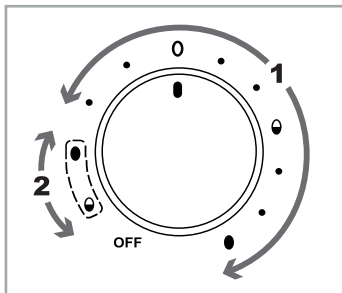

Abb. 1
- 1) Drehen Sie den Drehregler **10** in die Position, die dem gewünschten Härtegrad der Eier entspricht. Benutzen Sie den Einstellbereich „1“ (siehe Abb. 1) mit den Symbolen und den dazugehörigen Punkten davor:
Sie können mit dem Gerät Eier in zwei unterschiedlichen Härtegraden kochen. Der zuerst erreichte Härtegrad ist dabei immer der weichere. Für zuverlässige Ergebnisse müssen alle verwendeten Eier möglichst gleich groß sein und die gleiche Ausgangstemperatur haben. Für den ersten Kochvorgang gilt der Einstellbereich „1“ mit den Symbolen und den dazugehörigen Punkten davor. Für den zweiten Kochvorgang gilt der Einstellbereich „2“ mit den unstrichelten Symbolen (siehe Abb. 1).
- 2) Stellen Sie den Drehregler **10** in die Position, die dem weichsten Härtegrad der Eier entspricht (es gilt der Einstellbereich „1“, siehe Abb. 1). Die Kontrollleuchte **9** leuchtet auf und der Kochvorgang beginnt.
5) Setzen Sie den Deckel **3** wieder auf und drehen Sie den Drehregler **10** in die Position der umstrichelten Symbole (Einstellbereich „2“, siehe Abb. 1), die dem gewünschten Härtegrad für die im Gerät verbliebenen Eier entspricht: